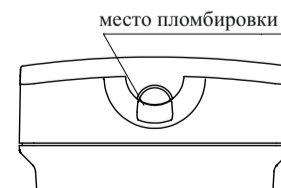

Рисунок 4
6.13 Конструкция ИПР предусматривает возможность его пломбирования (Рисунок 4) любым пластичным, легко разрушаемым материалом.